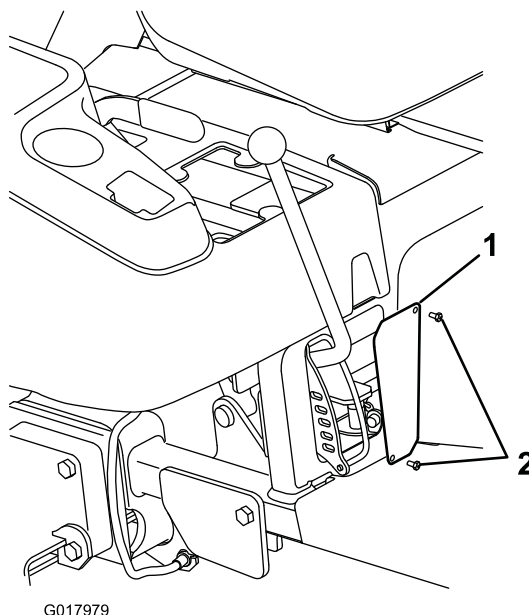

Рисунок 9
1. Установите новый щиток на заднюю сторону отверстия рамы с помощью 2 винтов с потайными головками (#10 x 1/2 дюйма) (Рисунок 9).